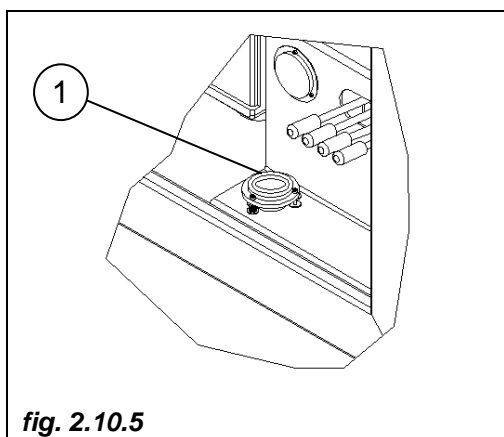

fig. 2.10.5
Situata nei pressi delle leve di comando degli stabilizzatori (*pos. 1 fig. 2.10.5*) indica l'orizzontalità della macchina.